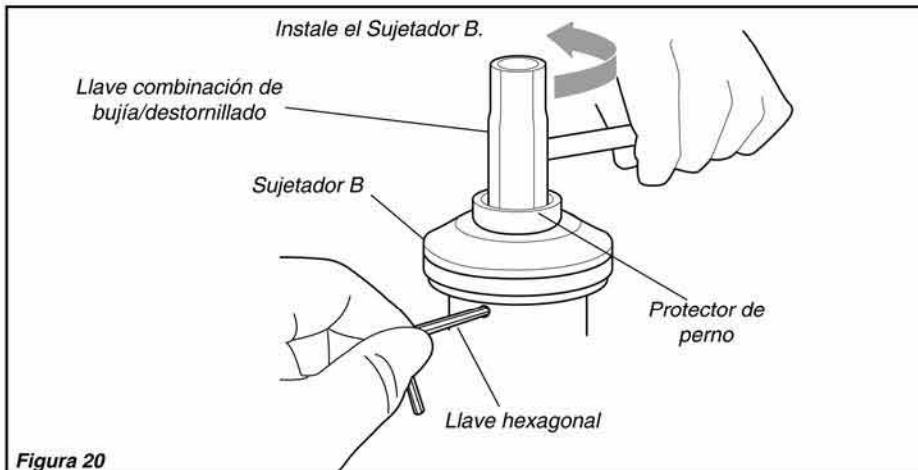

Figura 20
7. Asegure el sujetador A a la caja de cambios insertando el lado más largo de la llave hexagonal a través de ambos huecos como fue hecho en el procedimiento número 1 y apriete el perno del eje seguramente con la llave combinación de bujía/destornillador. Consulte la figura 20.